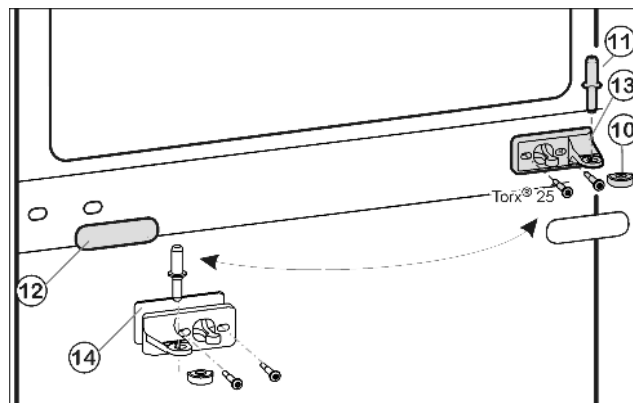
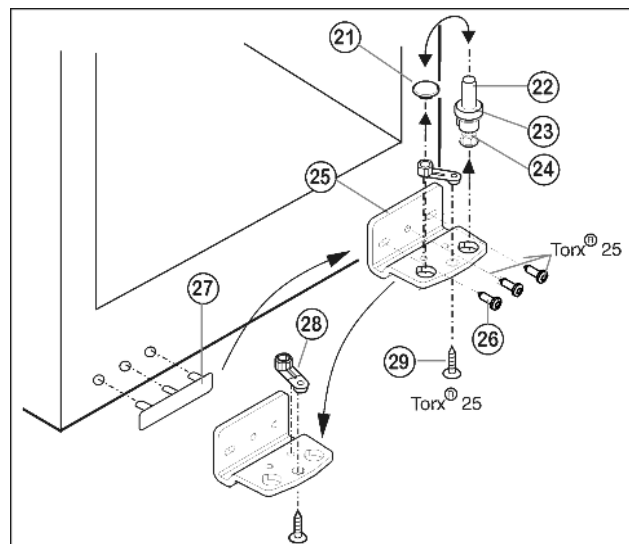

Fig. 8
Fig. 9
- ▶ Витягніть середній опорний гвинт Fig. 8 (11) з опорного кронштейна та нижніх дверцят.
- ▶ Зніміть пластмасовий ковпачок Fig. 8 (10).
- ▶ Викрутіть Fig. 8 (13) опорний кронштейн посередині (2 шт. Torx® 25).
- ▶ Обережно зніміть покриття Fig. 8 (12).
- ▶ Прикрутіть Fig. 8 (13) середній опорний кронштейн із підкладкою Fig. 8 (14), на новий бік шарніра, повернувши на 180° (з моментом 4 Нм).
- ▶ Зафіксуйте покриття Fig. 8 (12) на новому боці розташування ручок, повернувши на 180°.
- ▶ Зніміть, потягнувши догори, опорний гвинт Fig. 9 (22) у комплекті, разом з шайбою Fig. 9 (23) та установочною ніжкою Fig. 9 (24).
- ▶ Зніміть Fig. 9 (21) пробку.
- ▶ Відгвинтіть Fig. 9 (26) опорний кронштейн Fig. 9 (25).
- ▶ Відкрутіть Fig. 9 (29) опорну деталь Fig. 9 (28) і вставте в протилежний отвір опорного кронштейну, знову пригвинтіть.
- ▶ Обережно зніміть кришку з боку ручки Fig. 9 (27) і переставте на протилежний бік.
- ▶ Пригвинтіть опорний кронштейн Fig. 9 (25) на новий бік шарніра (з моментом 4 Нм). За потреби використовуйте викрутку з акумулятором.
- ▶ Знову вставте пробку Fig. 9 (21) в отвір, що залишився вільним.
- ▶ Встановіть на місце опорний гвинт Fig. 9 (22) у комплекті, разом з шайбою та установочною ніжкою. При цьому виступ фіксатора повинен бути спрямований назад.
- ▶ Встановіть дверцята згори на нижній опорний гвинт Fig. 9 (22).
- ▶ Знову встановіть пластмасовий ковпачок Fig. 8 (10) на середній кронштейн Fig. 8 (13).
- ▶ Встановіть середній опорний гвинт Fig. 8 (11) на новий бік шарніра за допомогою середнього опорного кронштейна Fig. 8 (13) в нижні дверцята.
- ▶ Встановіть верхні дверцята на середній опорний гвинт Fig. 8 (11).
- ▶ У разі необхідності за допомогою двох довгастих отворів на опорному кронштейні знизу Fig. 9 (25) та середньому опорному кронштейні Fig. 8 (13) встановіть дверцята на одній осі з корпусом. Для цього викрутіть середній гвинт на нижньому опорному кронштейні Fig. 9 (25).